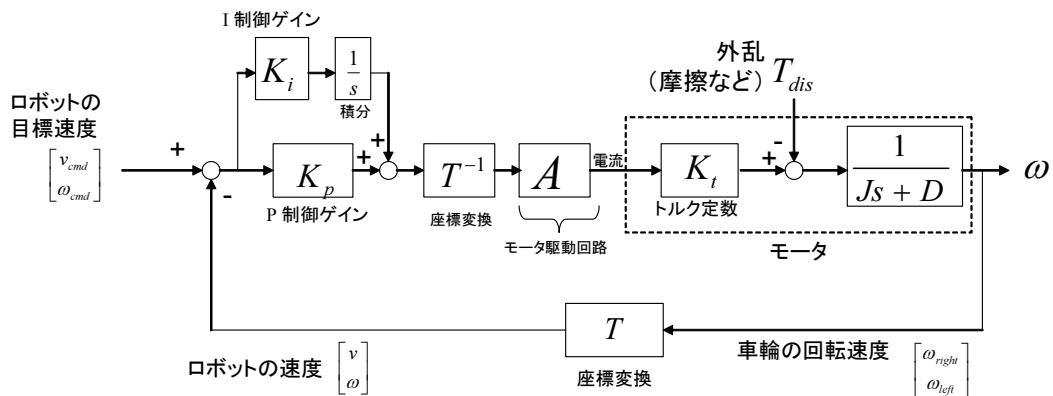

図 11: ロボットの並進 / 回転速度を制御する PI 制御のブロック図
制御ブロック図で表現すると、図 11 となる。図中の行列 T は (8) 式中の行列である。